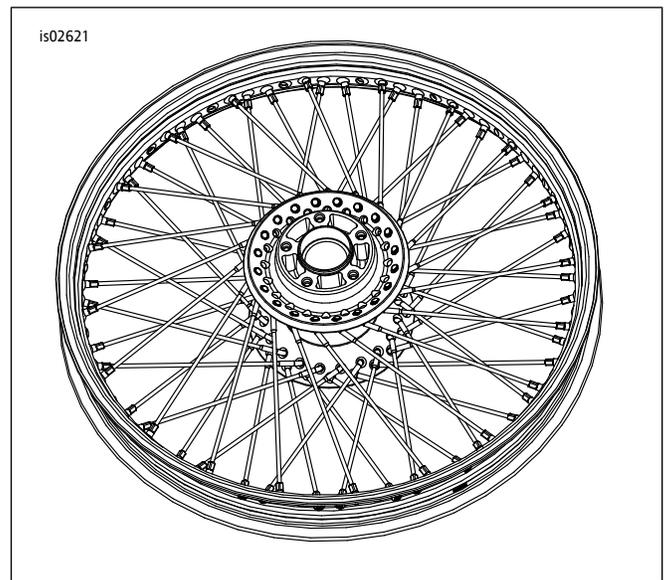

图7。安装外侧辐条
7. 参见图7。翻转轮圈，使刹车盘侧朝下。将任意一根外侧排辐条插入轮毂。逆时针倾斜辐条并将其插入角度匹配的轮圈孔。组装辐条螺纹接头，但不要拧紧。